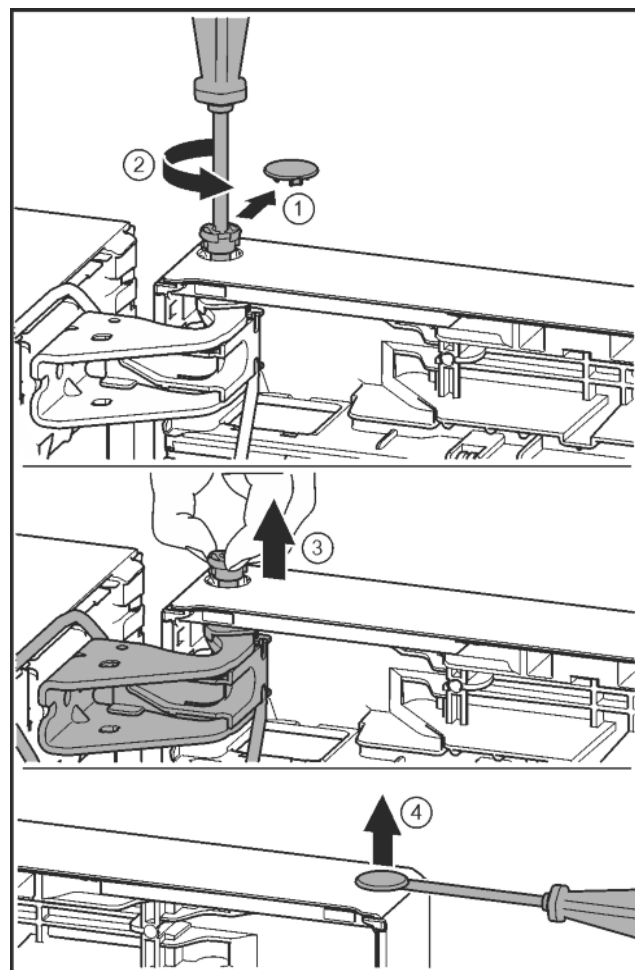

Fig. 24
- ▶ Sicherungsabdeckung vorsichtig abziehen. *Fig. 24 (1)*
- ▶ Bolzen mit Schraubendreher T15 ein Stück herausdrehen. *Fig. 24 (2)*
- ▶ Tür festhalten und Bolzen mit den Fingern herausziehen. *Fig. 24 (3)*
- ▶ Stopfen aus der Tür Lagerbuchse vorsichtig mit einem Schlitzschraubendreher anheben und herausziehen. *Fig. 24 (4)*